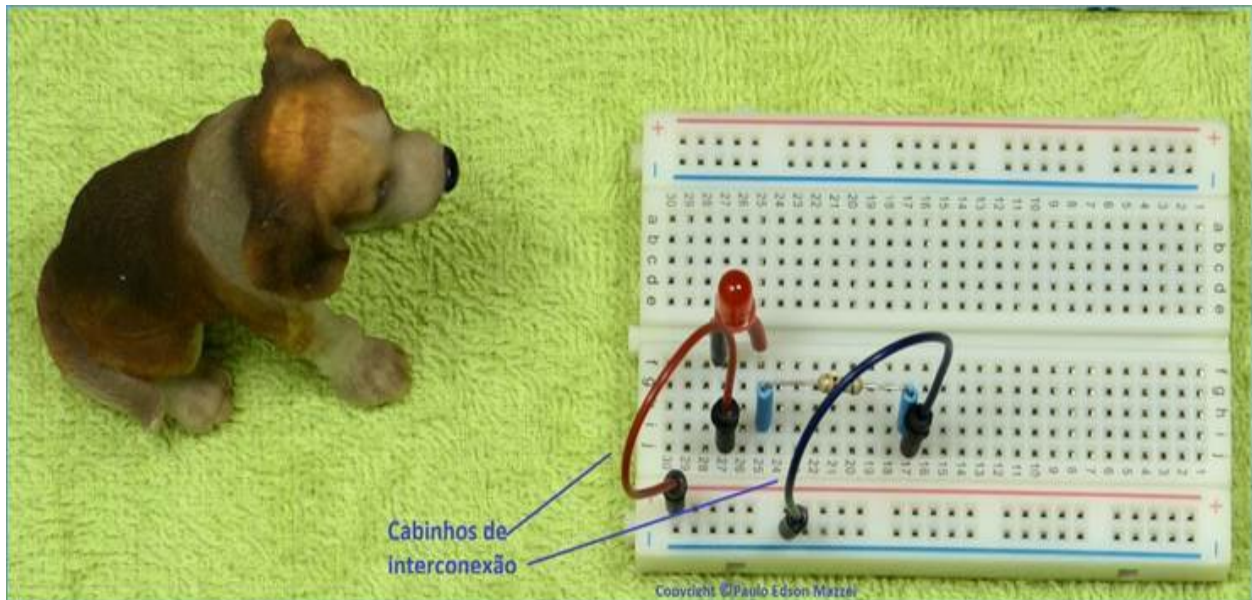

Figura 67 - Conexão do circuito ao positivo e negativo da alimentação.
- g.** A seguir, conecte os cabinhos de interconexão da alimentação de 9V ao circuito do LED e resistor. Veja **figura 67**.